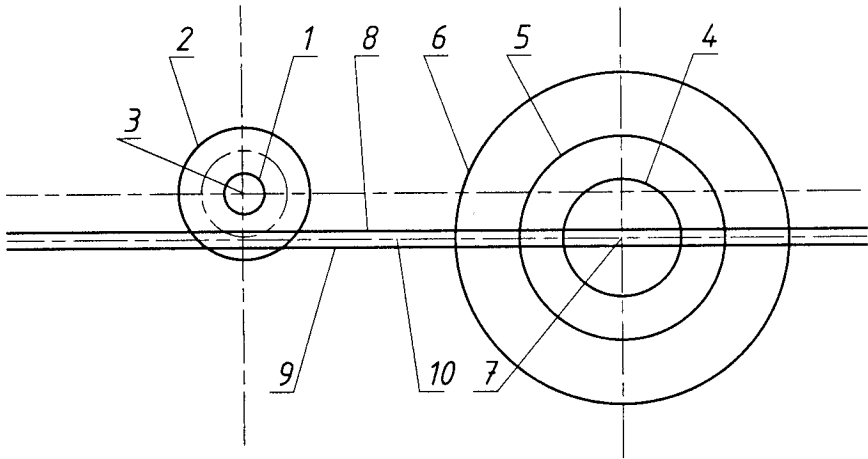

Рис. 12.8
- Кола 1 (R8) та 2 (R26) кресляться відносно т. 3, кола 4 (R23), 5 (R40) та 6 (R65) — відносно т. 7 (див. рис. 12.8).